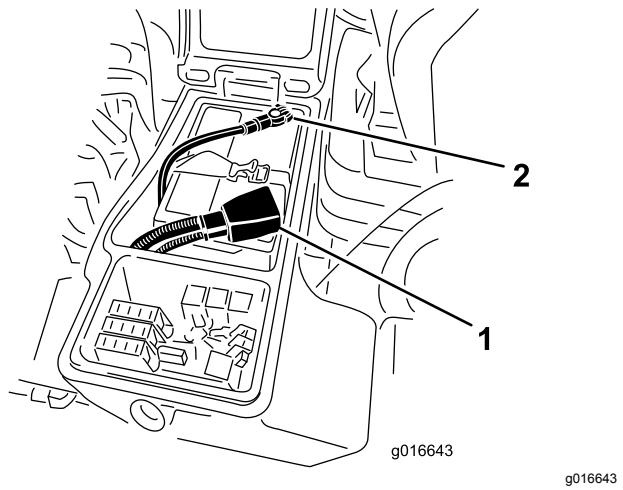

Figura 84
6. Conecte el cable positivo (rojo) al borne positivo (+) y el cable negativo (negro) al borne negativo (-) de la batería (**Figura 84**).